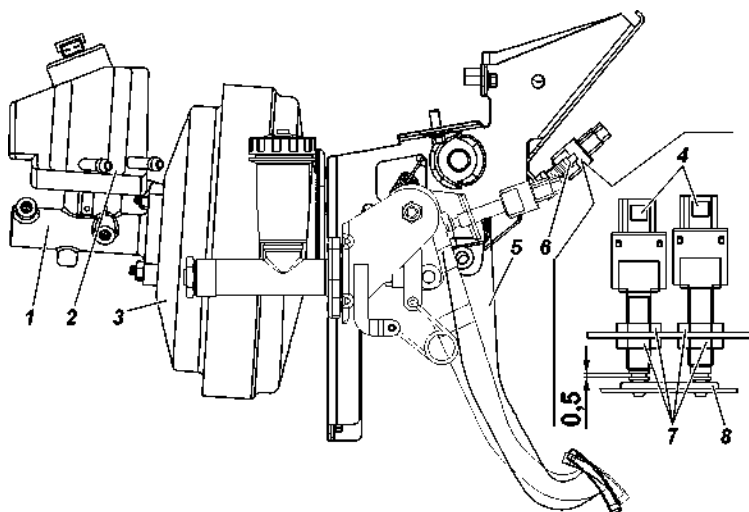

Рис. 9.35. Привод главного тормозного цилиндра:
**Свободный ход педали тормоза** при необходимости регулируйте вращением регулировочного винта 6 (рис. 9.35). Свободный ход педали должен быть 5-8 мм. После регулировки затяните гайку винта с моментом 14 - 18 Н · м (1,4 - 1,8 кгс · м).